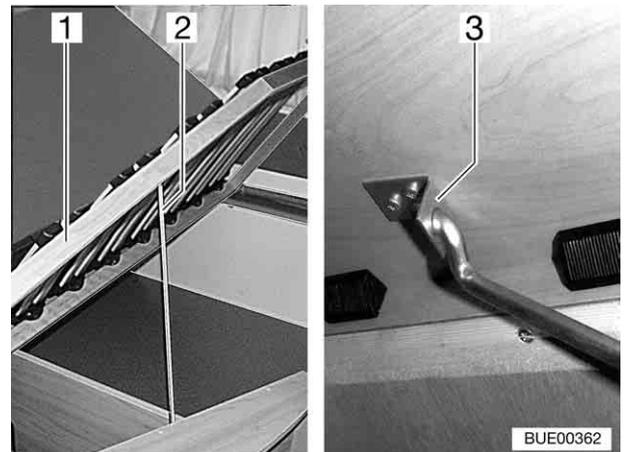

Bild 58 Festes Bett
- Lattenrost (Bild 58,1) anheben, Stange (Bild 58,2) aus Verankerung lösen und in Loch der Halterung (Bild 58,3) einstecken.
- Lattenrost (Bild 58,1) anheben, Stange (Bild 58,2) aus Halterung (Bild 58,3) lösen und in Verankerung einklemmen.